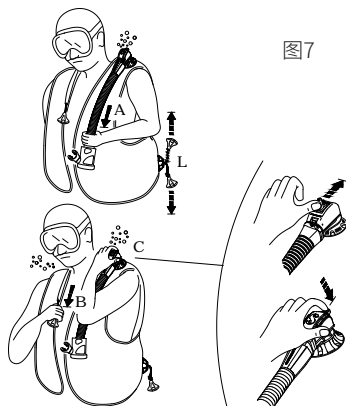

图7
a. 轻轻拉动软管组件 (图7-A)。
b. 按下阀壳凸起的按钮 (图7-C) (专利):该系统也可用于清除另一名遇见问题的潜水员(恐慌、初学潜水员、昏迷等)的空气。
- SCUBAPRO[®] 双手动放泄阀(专利)有一个安全手动按钮,在手动放泄系统发生故障(绳索、销等破损)时按下该按钮,将会释放空气(图7-C)。
下放泄阀(图7-L)
气体流出最大的排气装置是肩阀(图7-B)和下阀(图7-L)。